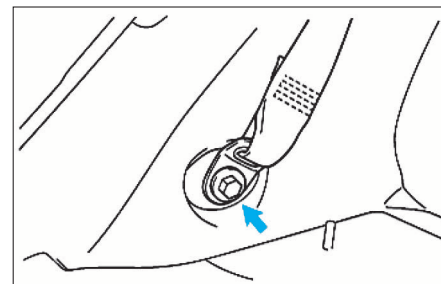

FIG. 21
- Déposer la ceinture de sécurité de la carrosserie (fig. 21).